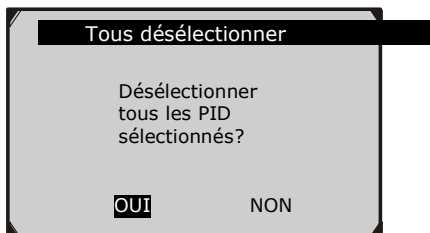

Figure 5.18
- Un message s'affiche demandant votre confirmation.(Figure 5.18)